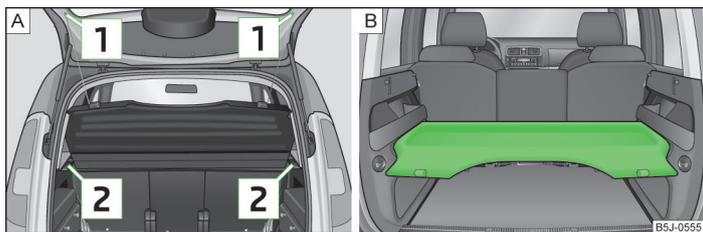

Fig. 47 Desmontar la cubierta del maletero / cubierta del maletero en la posición inferior
- Desenganchar las cintas de sujeción **1** » fig. 47.
También se puede colocar la cubierta del maletero en la posición inferior sobre los elementos de apoyo » fig. 47 - **B**.